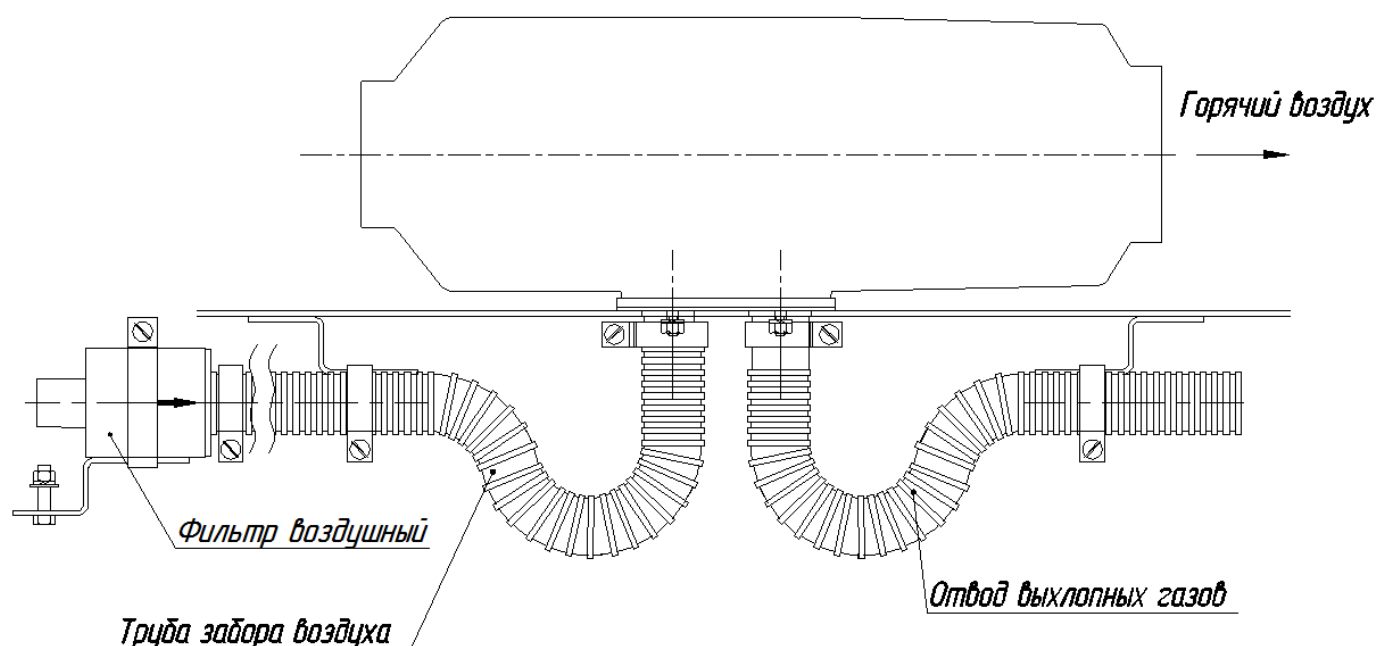

Рис.6 Монтаж заборной трубы и воздушного фильтра
5.2. Монтаж воздухозаборной трубы и воздушного фильтра (рис. 6)
Воздухозаборную трубу монтируют таким образом, чтобы исключить попадание снега и набегающего потока воздуха при движении автомобиля. Крепление воздухозаборной трубы производят с помощью червячных хомутов и кронштейнов. Количество крепежных точек определяется при монтаже. Наиболее распространенный вариант монтажа заборной и выхлопной трубы показан на рис.6 и ба.
Рис. 6а Монтаж выхлопной трубы и искрогасителя